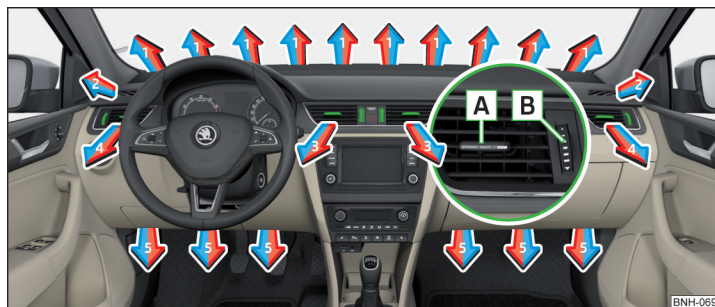

Abb. 118 Luftaustrittsdüsen
Bei den Luftaustrittsdüsen **3** und **4** » **Abb. 118** kann die Luftströmungsrichtung geändert und die Düsen können auch einzeln geöffnet und geschlossen werden.
Die Einstellung der Luftstromrichtung erfolgt durch das Verschieben des Verstellelements **A** » **Abb. 118** in gewünschter Richtung.
- Den Regler **B** nach oben/unten drehen » **Abb. 118**.
Richtung des Luftaustritts einstellen	Luftaustrittsdüsen » Abb. 118